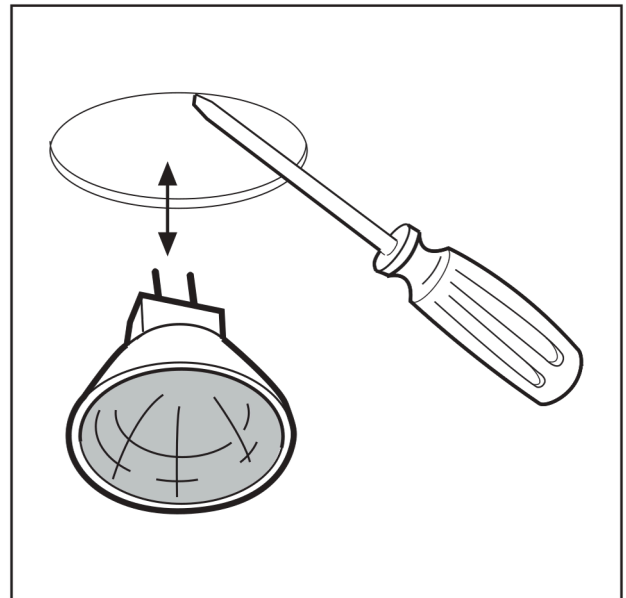

Fig.18
- **Byta halogenlampor (Fig.18):** För att byta ut de dikroiska lamporna, koppla från lamporna genom att lossa dem från lamphållaren med en liten platt skruvmejsel eller ett liknande verktyg. **OBSERVERA!** Var försiktig så att inte kåpan repas när detta moment utförs. Byt ut mot lampor av samma typ.